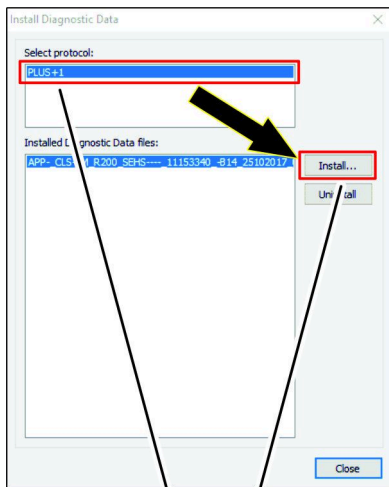

図 48
2. プロトコルの選択ダイアログ ボックスで、PLUS+1 アイコンをクリックし、インストールアイコン (図 48) を押す。